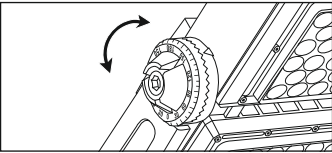

Рис. 3
- 5.12 Отрегулируйте угол наклона осветительного прибора: для этого необходимо ослабить боковые винты на лире, предназначенные для фиксации угла наклона светильника, с помощью шестигранника. После регулировки угла наклона светильника, надежно затяните боковые винты. Для регулировки угла наклона осветительного прибора используйте шкалу на кронштейне (рис. 3).